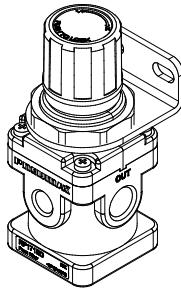

Fig. 3
- Per il fissaggio a parete utilizzare l'apposita staffa di fissaggio (Figura 3). / For wall mounting, use the appropriate mounting bracket (Fig. 3).